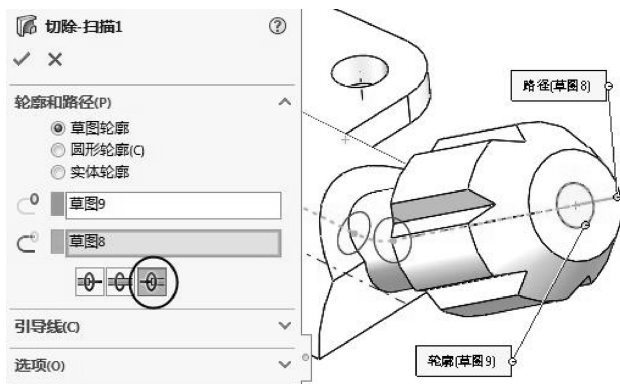

图 3-118 选择扫描轮廓和路径曲线
- 单击【扫描切除】按钮,打开【扫描】属性面板。选取上步骤绘制的圆曲线作为轮廓,再选择扫描路径曲线,如图3-118所示。